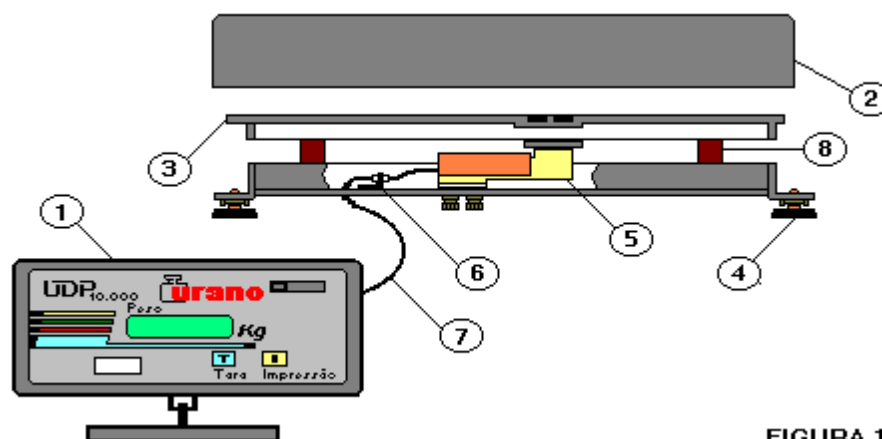

FIGURA 1
- Retire o suporte de madeira que esta entre a estrutura da plataforma e a base (item 8, figura 1);
- Verifique o nivelamento do equipamento, se possível através de nível bolha. Havendo desnivelamento, regule através do giro dos pés de borracha (item 4, figura 1);
- Coloque a plataforma (item 2, figura 1), sobre o requadro estrutural (item 3, figura1);